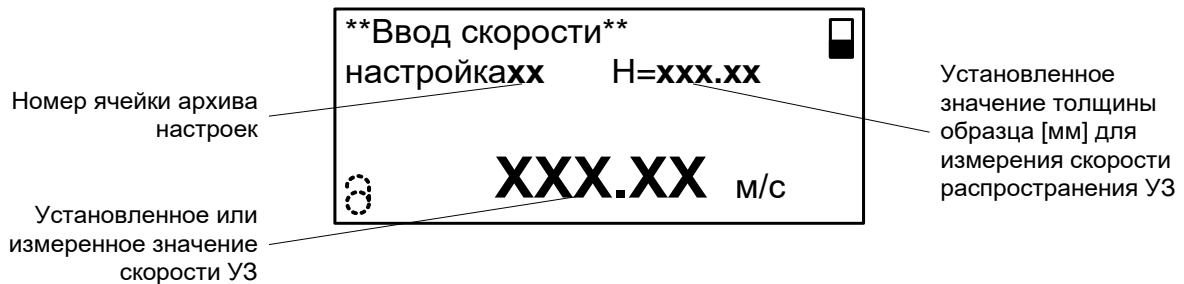

Рис.8. Вид окна «Ввод скорости».
2.3.3.5. Вид окна ввода и измерения скорости распространения УЗ в материале объекта приведен на рис.8.